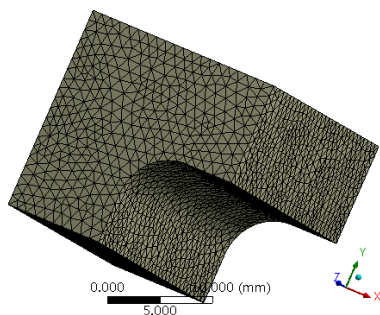

图 21-12 子模型网格
3) 在 Outline 树结构图中的“Mesh”选项上右击, 在弹出的快捷菜单中选择“Generate Mesh”, 生成网格最终的效果如图 21-12 所示。